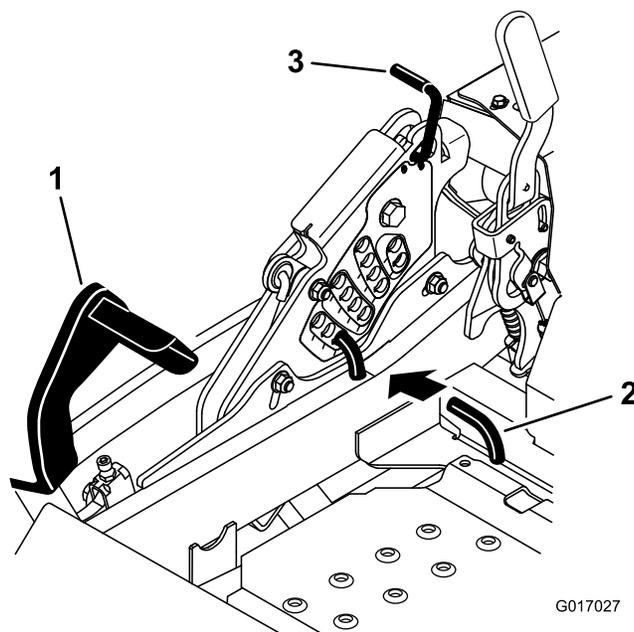

Figure 84
5. Enfoncez la pédale de relevage du tablier de coupe au maximum pour verrouiller le tablier à la position de transport de 14 cm (5,5 po) (Figure 84).